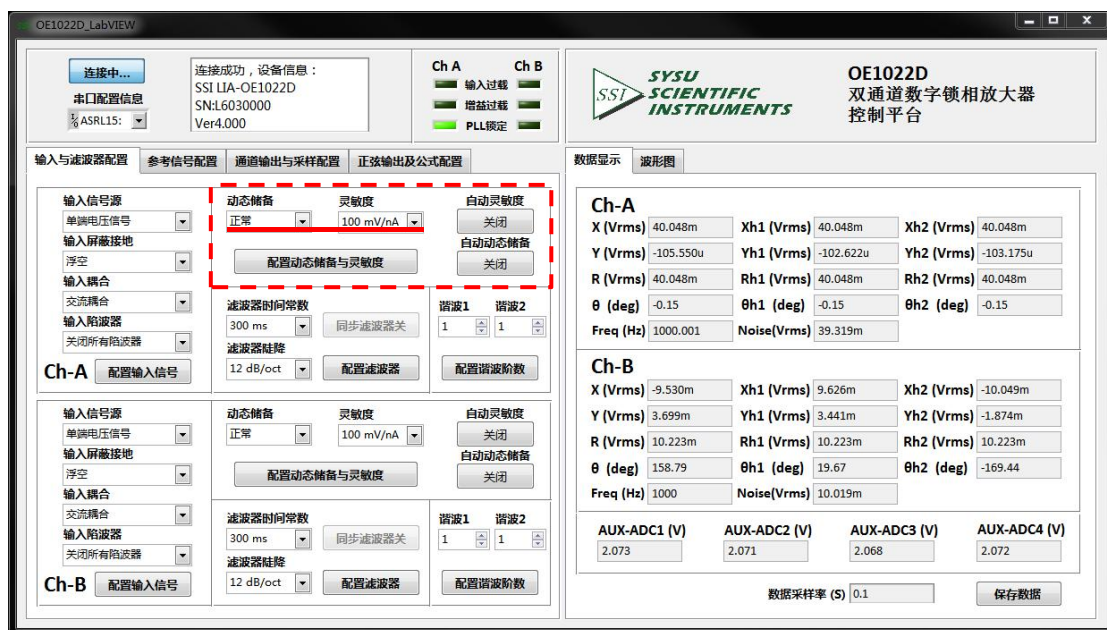

图 77. 动态储备和灵敏度配置图
④根据表 17，在动态储备和满偏灵敏度配置区域选择储备类型、灵敏度类型，其它选项默认，如下图 77 所示，最后需要点击“配置动态储备与灵敏度”，以完成配置；
此时，再看主界面上的“Sensitivity”一项，对比图 77，发现 Sensitivity 已经改变为合适的灵敏度了（由 100 mV 变为 50 mV），如图 78 所示：